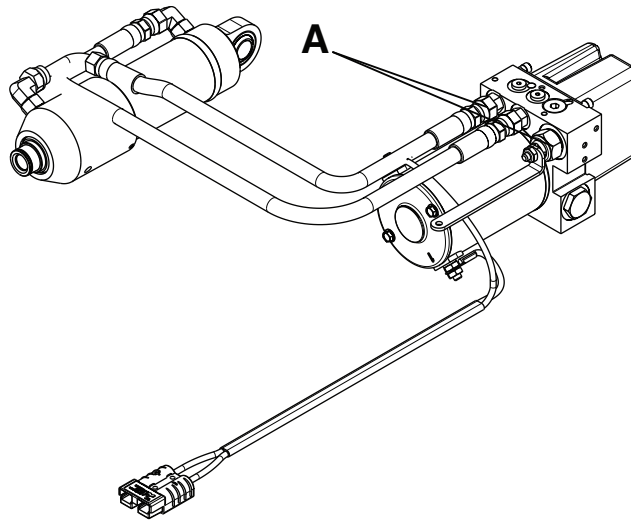

Figure 39 – Connecteurs d'extrémité du tuyau de l'ensemble hydraulique
3. À l'aide de deux clés mixtes de 9/16 po, desserrer (ne pas retirer) les connecteurs d'extrémité du flexible (A) du collecteur pour retirer les deux flexibles (Figure 39).